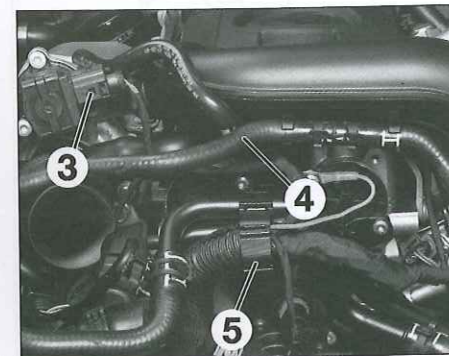

Fig. 48
- Desconectar el conector de la válvula de reciclaje de aire del turbocompresor (3) (Fig.48).
- Desenganchar los flexibles (4) y abrir la grapa (5).